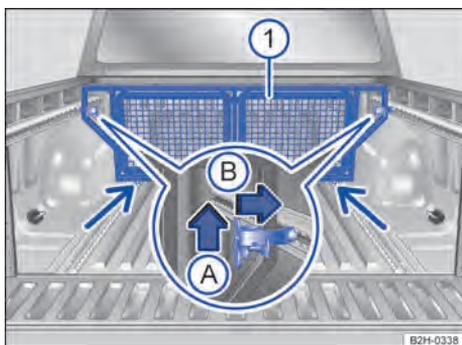

Fig. 129 En la superficie de carga: montar el elemento divisorio.
- Coloque el elemento divisorio → Fig. 129 ① en la posición de montaje deseada con cuidado → ⓘ.
- Coloque el elemento divisorio en los raíles de amarre inferiores → Fig. 129 (flechas finas).
- A ambos lados, tire hacia arriba de la palanca de bloqueo → Fig. 129 (flecha (A)) y presiónela hacia fuera hasta el tope (flecha (B)).